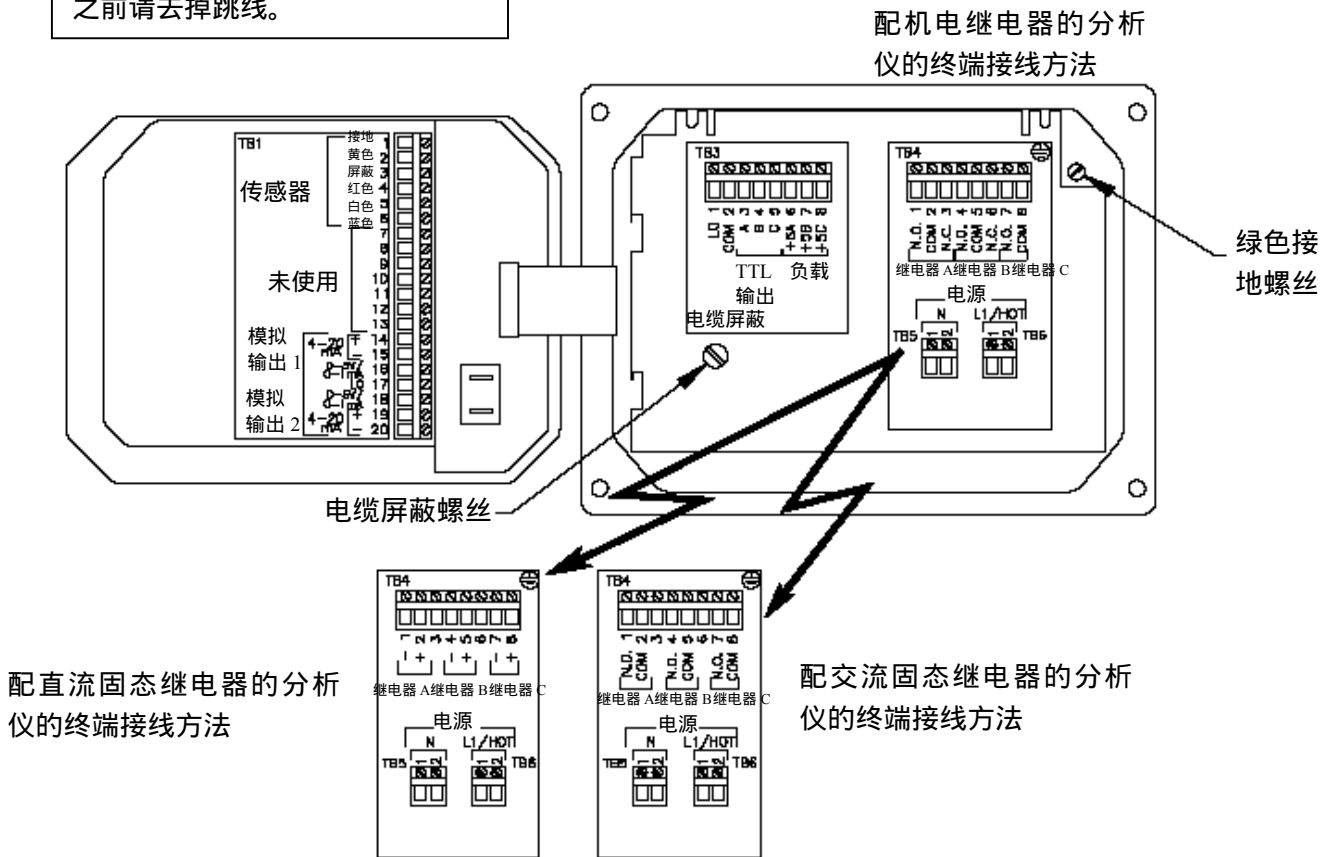

图 2-3 分析仪接线端子分配图
为了靠近接线端子进行电气连接，旋开四个固定螺丝后打开上盖。图 2-3 表示接线端子（位于分析仪外壳底部和后侧门上）排列和它们的分配情况。
**注意：**所有接线端子适合于单线尺寸为 14AWG (2.2 mm2)。据分析仪装配不同，图 2-3 中标记了其特定的接线端子分配情况。
**标准传感器：**参考图 2-3，将传感器电缆线连接到 TB1 上的“传感器”接线端 1~6，要求与标明的颜色相匹配。总是将屏蔽线连至接线端 3。
**接线提示！**请采用高质量的、带屏蔽的仪器用电缆来连接模拟输出。为了尽量避免电磁噪声的干扰，请按照图 2-3 中所示的“电缆屏蔽螺丝”进行电缆屏蔽的连接。
**接线提示：**请采用高质量的、带屏蔽的仪器用电缆来连接 TTL 输出。为了尽量避免电磁噪声的干扰，请按照图 2-3 中所示的“电缆屏蔽螺丝”进行电缆屏蔽的连接。
1. 将地线接到分析仪的绿色接地螺丝，它位于 TB4 的右侧（如图 2-3 所示）。